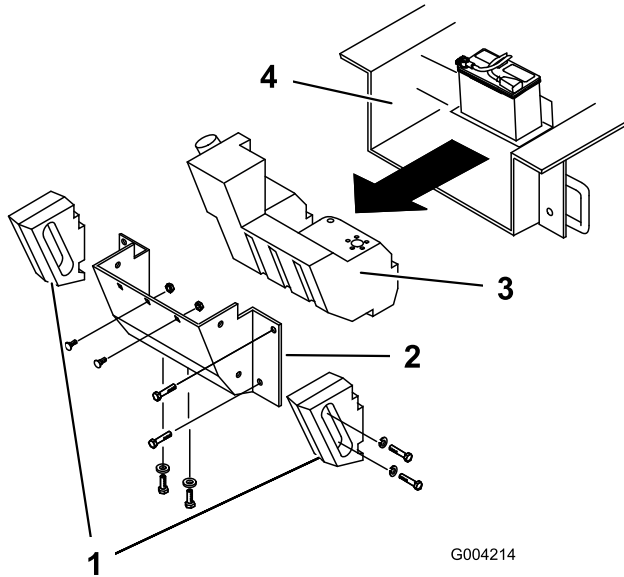

Figura 71
Abra el capó e inspeccione frecuentemente la zona debajo del motor con una linterna. Cuando al acumulación de residuos alcance un grosor de 2.5–5 cm (1"–2"), complete el procedimiento siguiente (consulte Figura 71 para todo este procedimiento):
- Retire los pernos, las arandelas y las arandelas de freno que fijan los 2 contrapesos laterales, y retire los contrapesos (Figura 71).
- Retire las 6 tuercas y los pernos que fijan el panel trasero, y retire el panel (Figura 71).
- Deslice el depósito de combustible hacia atrás (Figura 71).
17. Introduzca el depósito de combustible parcialmente en el chasis (Figura 71).
23. Vuelva a colocar el panel trasero y fíjelo con los 6 pernos y las tuercas que retiró anteriormente (Figura 71).
25. Instale los contrapesos laterales con los pernos, las arandelas y las arandelas de freno que retiró anteriormente (Figura 71).